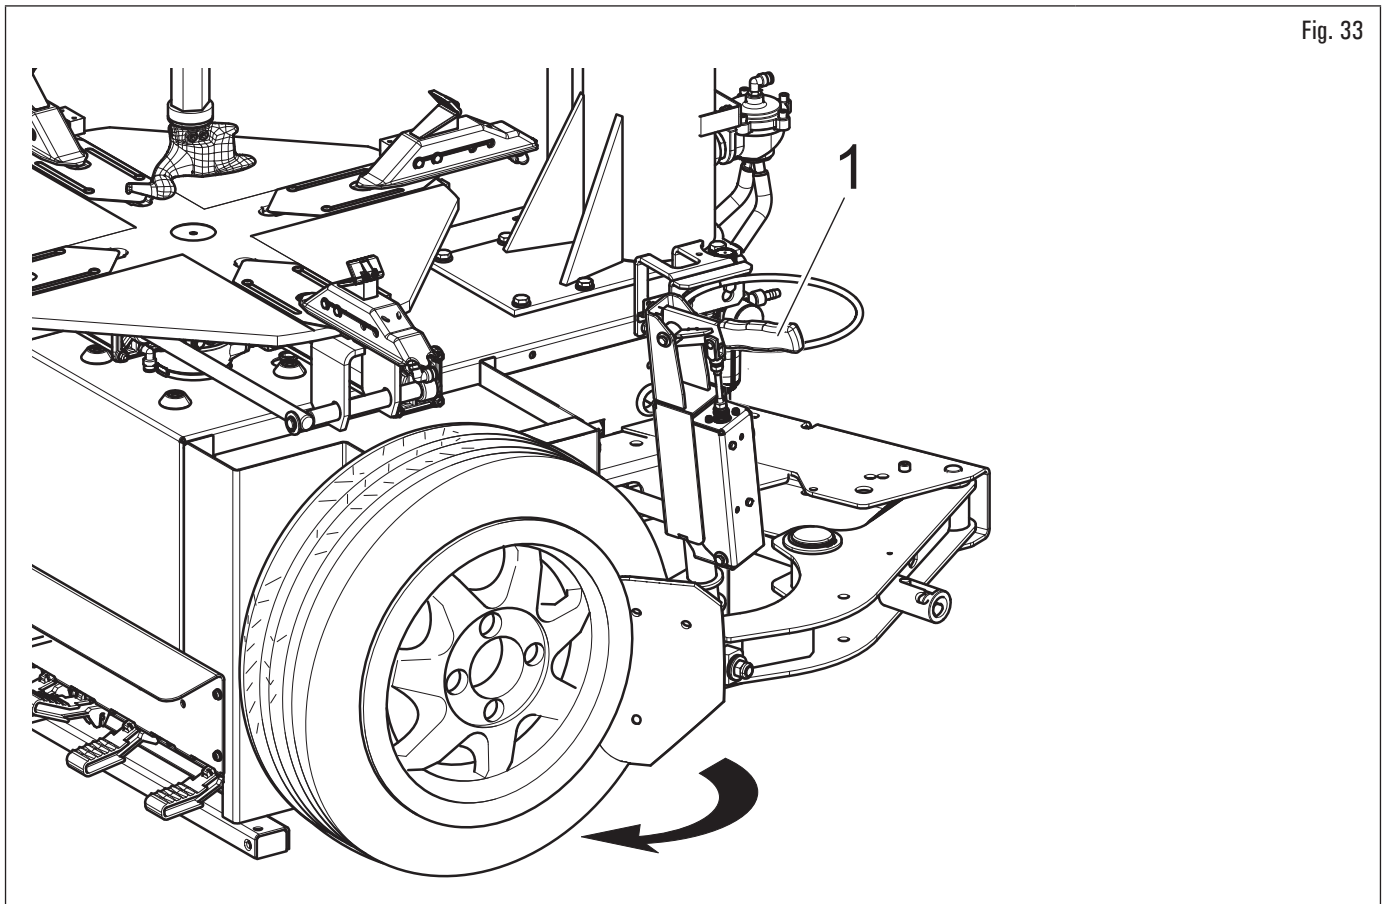

Fig. 33
3. avvicinare la paletta stallonatore sollevando la maniglia verso l'alto (Fig. 33 rif. 1) fino a staccare il tallone. Nel caso che il tallone non si stacchi alla prima stallonatura, ripetere l'operazione, in punti diversi della ruota, fino al completo distacco dello stesso.